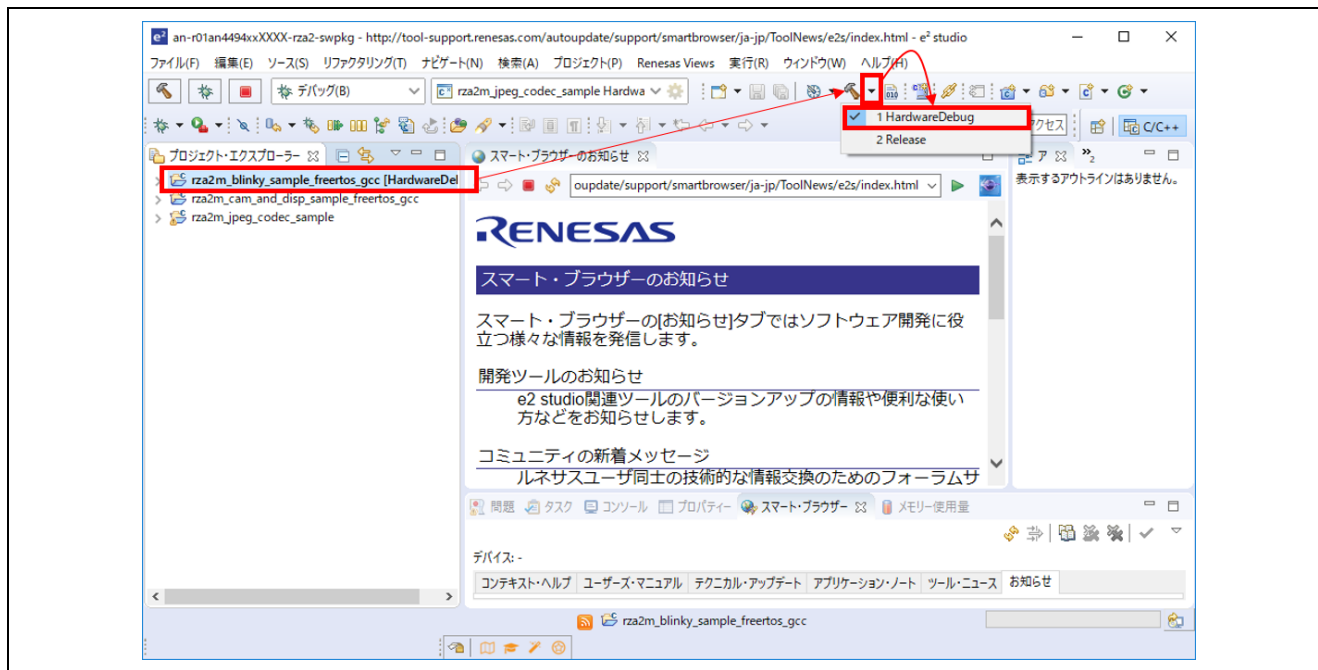

図 3-8 ターゲットプロジェクトのビルド
- ターゲットプロジェクトを選択しビルドボタン(トンカチアイコン)の横にある矢印をクリックし、ドロップダウンメニューから"HardwareDebug"を選択するとビルドが開始されます(図 3-8)。次回からは、ビルドボタン(トンカチアイコン)でビルドが可能になります。